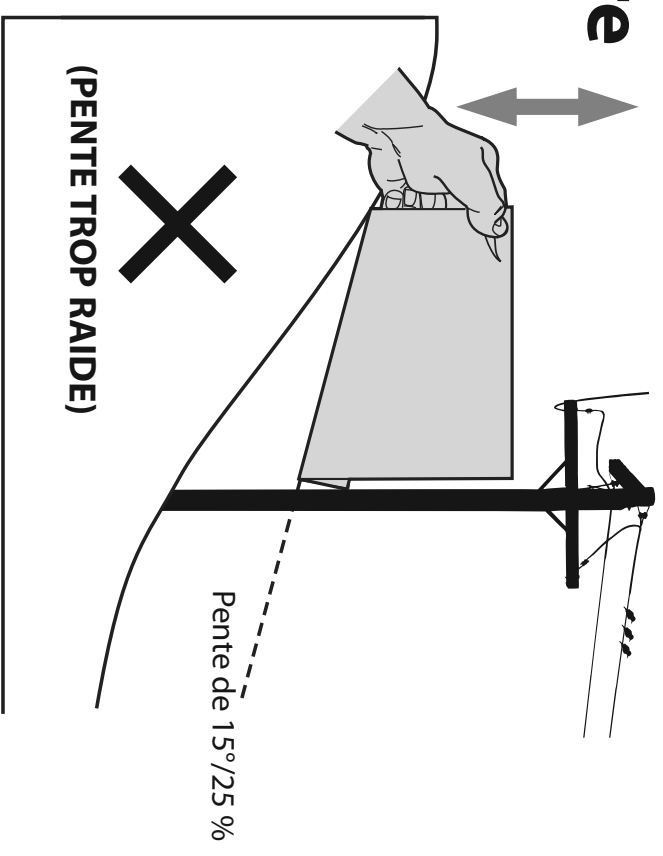

Figure 2
3. Alignez un côté de l'inclinomètre avec l'objet (voir Figure 1 et Figure 2).
4. Réglez l'inclinomètre vers le haut ou vers le bas jusqu'à ce que le coin gauche touche la pente (voir Figure 1 et Figure 2).